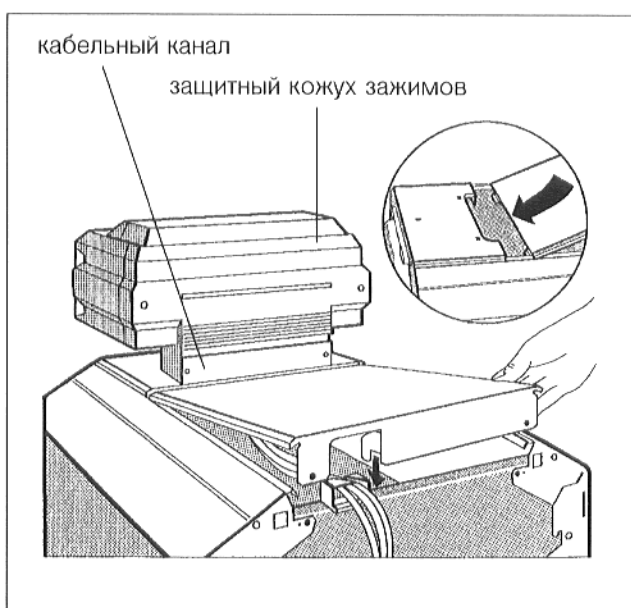

Рис. 21
Привинтить покрытие кабельного канала к регулятору (рис. 21).
- привинтить защитный кожух зажимов к регулятору (рис. 21).
- вставить задний кожух котла накладками под передний кожух котла и надавить сзади вниз (рис. 21).